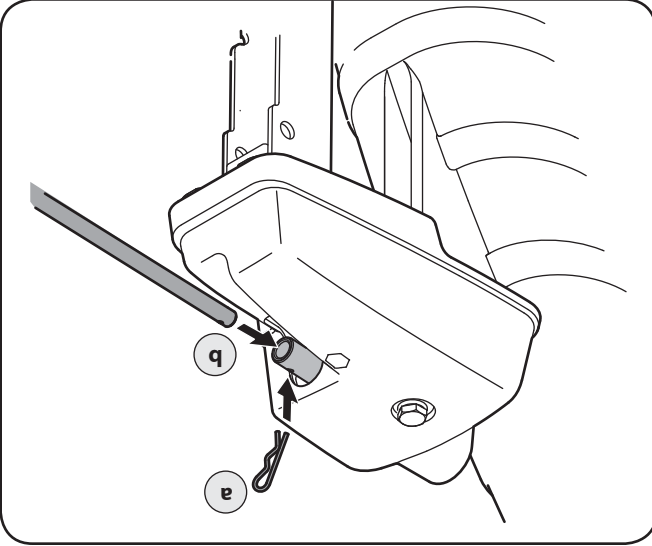

Fig. 3-7
- a. Retirez la goupille fendue et insérez la manivelle de commande de la goulotte dans le raccord sur l'ensemble de la commande de la goulotte. Voir la Fig. 3-7.